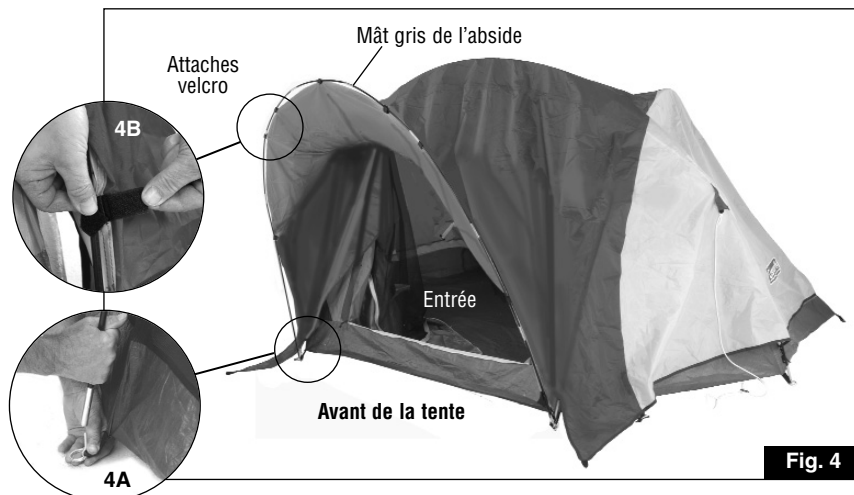

Fig. 4
4. Insert one end of gray Vestibule Pole into pin on metal loop located at either side of door on tent. (Fig. 4 & 4A)
5. Go to opposite end of Vestibule Pole and gradually apply pressure to pole forming an arch. Insert pin into the pole end. (Fig. 4 & 4A)
6. Attach hook & loop fasteners, located on the underside of Rainfly, around the Vestibule Pole to secure. (Fig. 4 & 4B)
4. Insérez un bout du mât gris sur la cheville de la bague en métal, d'un côté ou de l'autre de l'entrée de la tente. (Fig. 4 et 4A)
5. Allez à l'autre extrémité du mât de l'abside puis faites pression pour arquer progressivement le mât, afin d'insérer la cheville dans l'extrémité. (Fig. 4 et 4A)
6. Enroulez les attaches velcro, qui se trouvent sur la face envers du double toit, autour du mât de l'abside pour les fixer. (Fig. 4 et 4B)